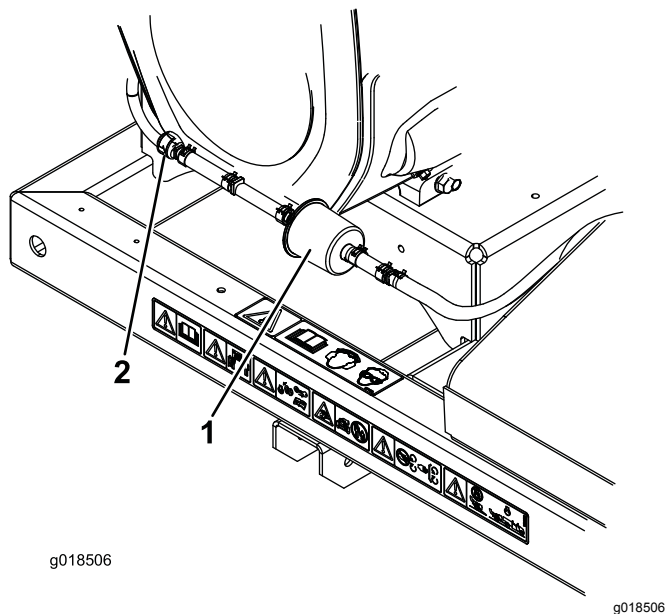

图 14
2. 将碳罐净化过滤器两侧的弹簧型软管夹移离过滤器图 14。
3. 拆下并丢弃碳过滤器图 14。
4. 将新过滤器装入软管使过滤器上的箭头指向单向阀并使用软管夹固定图 14。